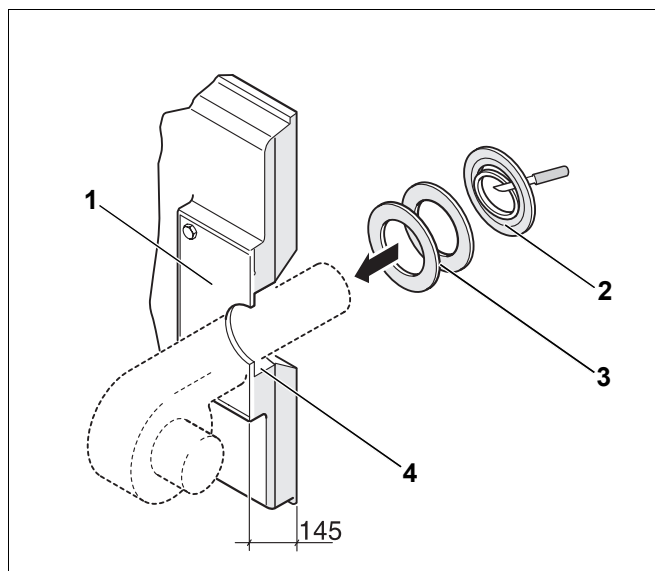

Fig. 66 Montaggio del bruciatore (Misure in mm)
- forare la piastra del bruciatore (fig. 66, [1]) in base al diametro necessario per il bocaglio (Ø max. 270 mm) o tagliarla al cannello.
- Ritagliare gli anelli isolanti in modo corrispondente al diametro del bocaglio del bruciatore (fig. 66, [2]).
- Riempire la fessura rimanente fra l'isolamento termico della porta del bruciatore ed il bocaglio (fig. 66, [4]) con gli anelli isolanti adatti (fig. 66, [3]).